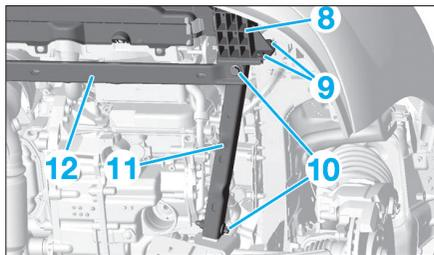

Fig. 14
- les vis (9) et (10), de chaque côté (Fig.14),